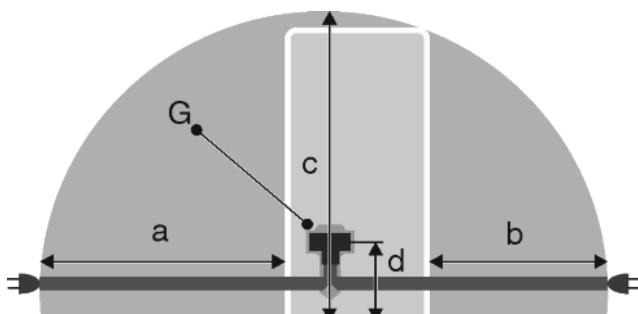

Fig. 23
- Розетка находится вне зоны задней стенки в данной зоне. Fig. 23 (a, b, c)
- Штекер устройства Fig. 23 (G) подсоединить с задней стороны устройства. Следить за правильной фиксацией.